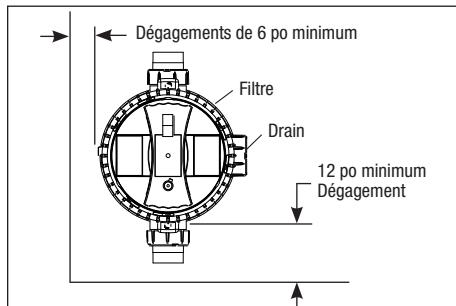

Figure 1. Emplacement du filtre - Vue du dessus
3. Installer les commandes électriques à au moins cinq (5) pieds du filtre. Cela laissera suffisamment d'espace pour rester à l'écart du filtre au moment du démarrage.
4. Laisser un espace suffisant autour du filtre pour permettre une inspection visuelle l'anneau du serre-joint. Voir la Figure 1.